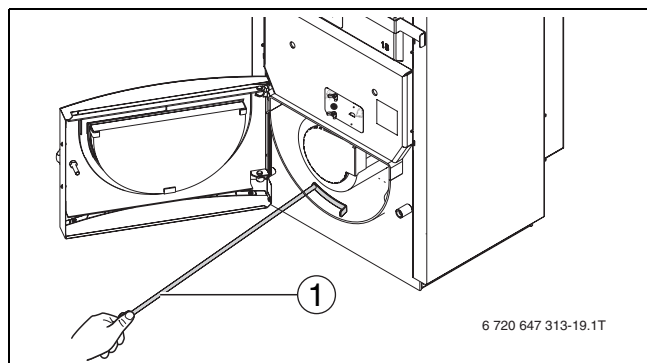

Fig. 43 Rimozione dei residui di combustione dalla camera di combustione
- Introdurre nella camera di combustione il raschietto per la pulizia da sinistra, vicino alla camera del bruciatore (→ fig. 43, [1]).